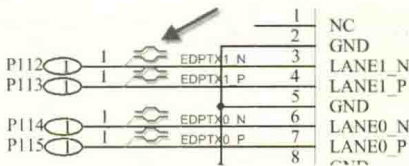

图 4-54 差分标识的放置
(1) 在原理图中，将要设置的差分对的网络名称的前缀取相同的名称，在前缀后面分别加“+”和“-”或者“\_P”和“\_N”，如“HDMI1+”和“HDMI1-”、“DATA1\_P”和“DATA1\_N”。
(2) 执行菜单命令“Place-Directives-Differential Pair”，鼠标出现差分对指示标识，把其放置在差分线的两条线上，如图 4-54 所示。